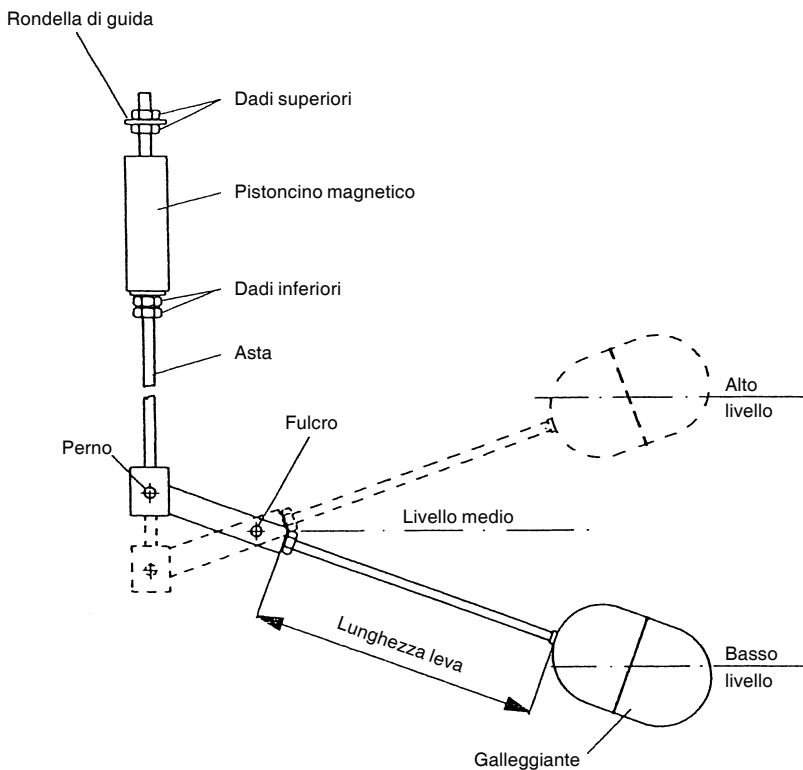

Fig. 5 - Aggiustaggio del differenziale
- 2 - Smontare il pozzetto amagnetico, e con esso l'intera custodia, agendo sull'esagono (41 mm) sottostante la base. In questo modo si accede direttamente al pistoncino magnetico ed ai relativi dadi di fermo (vedi fig. 5)